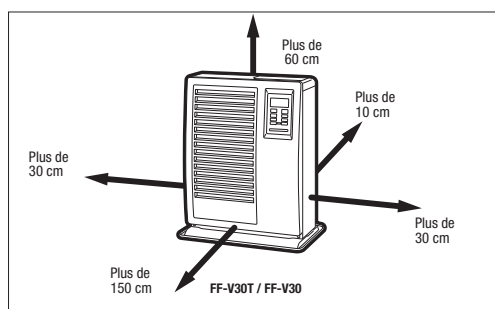

Fig. 1
①	Tuyau d'échappement réglable (L) 1000mm-570mm	1
②	Tuyau de rallonge d'échappement 1000 (1000mm)	1
③	Tuyau d'admission (2000mm)	1
④	Housse en tissu isolant (1000mm)	2
⑤	Porte-tuyau	2
⑥	Matériel de soutien des tuyaux	3 sets
⑦	Joint d'échappement en forme de L	1
Lors de l'utilisation du kit d'extension du « tuyau de rallonge (L) », la distance entre le raccord du tuyau d'échappement du chauffage et le raccord du tuyau de cheminée doit être d'au moins 1 620 mm, mais pas plus de 2 040 mm. (Voir la figure 1 pour référence.)